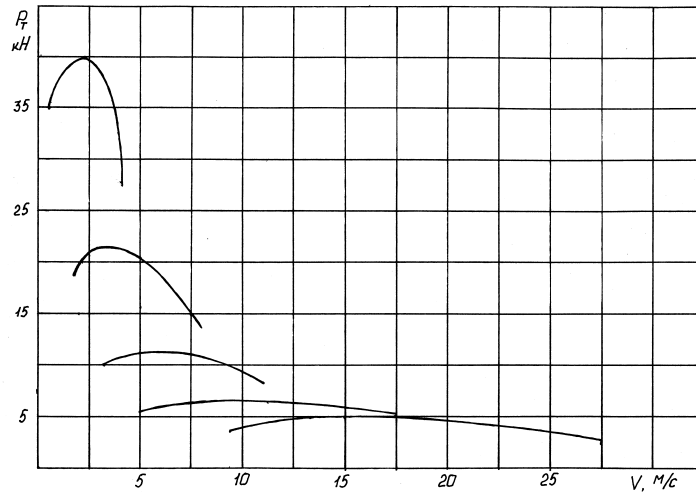

Рисунок 2. Тяговая характеристика автомобиля
3. Автомобиль грузоподъемностью 7,8 т движется на 5-й передаче с угловой скоростью коленчатого вала 162 рад/с. Автопоезд на базе этого автомобиля движется на 4-й передаче с частотой вращения коленчатого вала 1911 об/мин. Определить минимальную грузоподъемность прицепа автопоезда, который обеспечивает при работе большую, чем у автомобиля, производительность и меньший рабочий расход топлива в г на 1 т·км. Удельный эффективный расход топлива для автопоезда равен 226 г/кВт·ч, для автомобиля - 212 г/кВт·ч, КПД трансмиссии 0,86, передаточное число трансмиссии у автомобиля 5,0, у автопоезда - 7,5, радиус качения колес 0,5 м, коэффициенты использования грузоподъемности и пробега равны 1. При решении задачи использовать тяговую характеристику задания (рис.2).